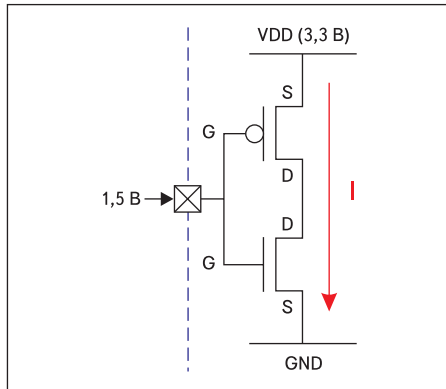

Рис. 5. Возникновение утечки на цифровом входе
- Аналоговые сигналы (либо сигналы, уровень напряжения которых не определен) не должны подаваться на линии портов ввода/вывода, сконфигурированных как цифровой вход. Сигналы на входе, находящиеся в зоне неопределенного логического уровня, будут создавать «эффект перемычки», приоткрывая верхний и нижний транзистор входного цифрового буфера. На рис. 5 приведен пример, где на обоих транзисторах напряжение затвор-исток больше порогового напряжения их открытия, а значит, создается резистивная связь между питанием и «землей».